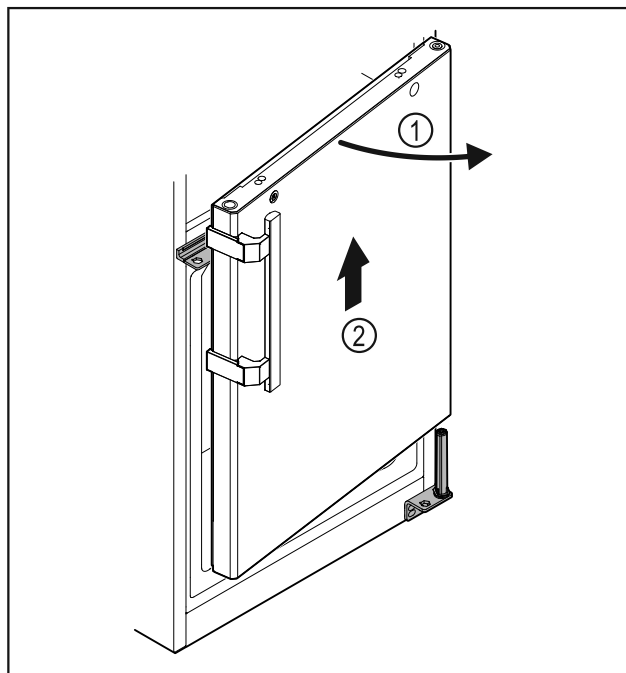

Fig. 23
- ▶ Слегка приоткройте дверь Fig. 23 (1), поднимите ее строго вертикально вверх приблизительно на 200 мм и снимите Fig. 23 (2).